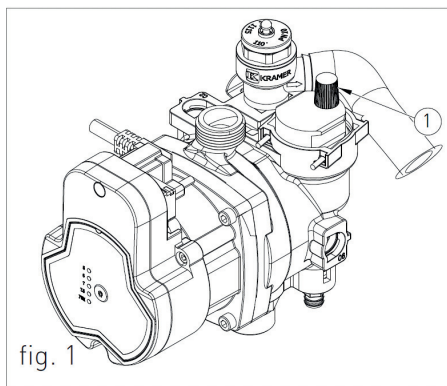

fig. 1
1. Desfaceți ușor capacul supapei de aerisire a pompei (1 – fig. 1) pentru a evacua aerul din sistem